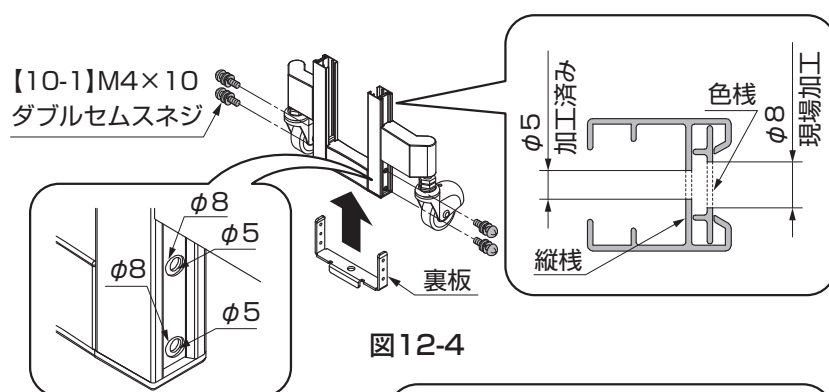
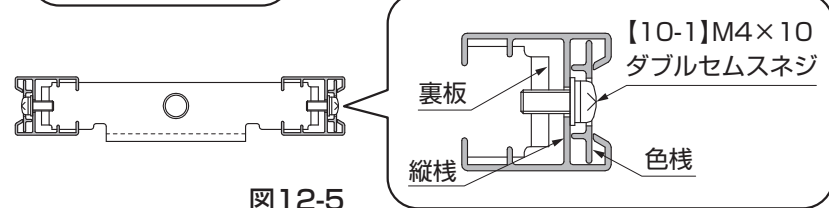

図12-4
図12-5
- ①色棧にのみφ8孔をあけてください。色棧にはφ5の下孔があいています。(図12-4参照)
- 縦棧には、φ8孔をあけないでください。(図12-4、図12-5参照)
- ②裏板を縦棧に【10-1】で組付けてください。(図12-4、図12-5参照)
(3) PG型R センターシャフトの組付けおよび転倒防止受金具の施工